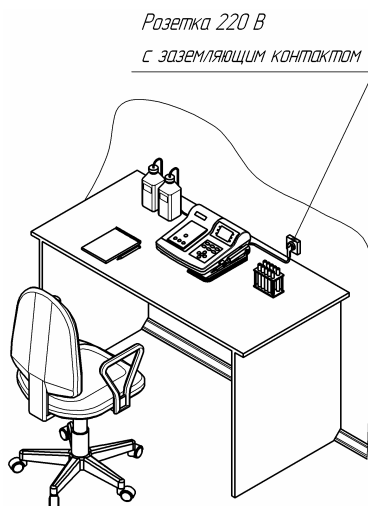

Рис.21. Вариант организации рабочего места
3.1.4. Подготовьте рабочее место для установки прибора. Рабочее место не должно быть загромождено посторонними предметами. Установите прибор на ровную, плоскую, горизонтальную, водонепроницаемую поверхность. Вариант организации рабочего места приведен на рис.21.